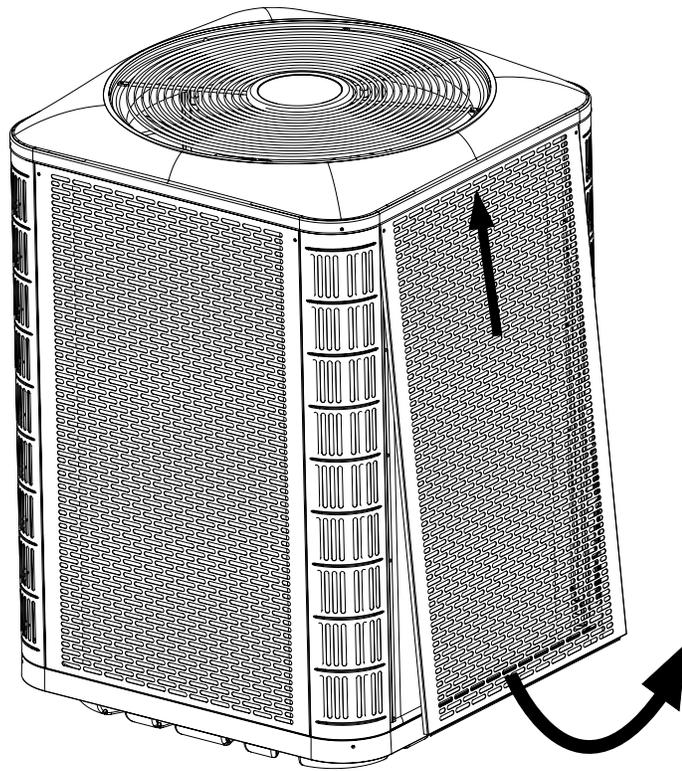
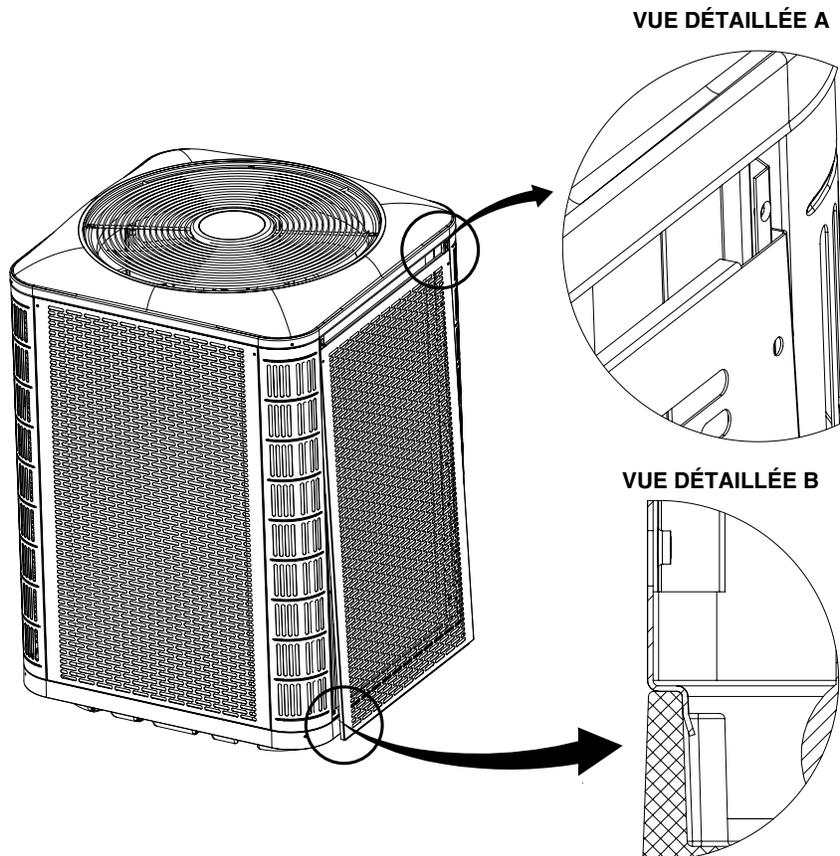

Figure 3. Désassemblage du panneau
Figure 4. Installation du panneau
- Pour accéder aux composantes internes de l'appareil, consultez la Figure 3, \(page 7\) pour désassembler le panneau et la Figure 4, \(page 7\) pour installer le panneau.
2. Glissez le panneau vers le haut et le bac supérieur pour dégager la bride inférieure du bac inférieur. Voyez la Figure 3.
1. Insérez les coins supérieurs des brides latérales du panneau dans les rainures du montant de coin, tel que montré dans la Vue détaillée A à la Figure 4.